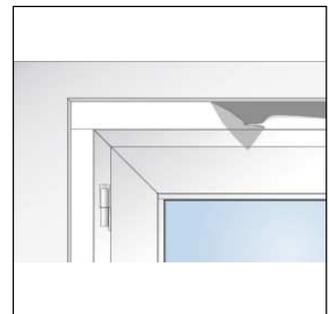

Bild4: Die Leisten werden stumpf gestoßen.
- Die Leisten werden im Eckbereich auf Gehrung geschnitten und stumpf gestoßen (Bild 4).